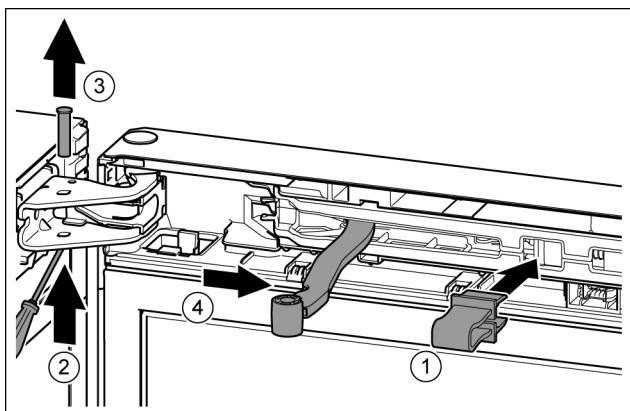

Fig. 10
- ▶ Зафіксуйте запобіжник в отворі. Fig. 10 (1)
- ▶ Виштовхніть палець за допомогою викрутки. Fig. 10 (2)
- ▶ Вийміть гвинт рухом нагору. Fig. 10 (3)
- ▶ Поверніть шарнір у напрямку дверцят. Fig. 10 (4)